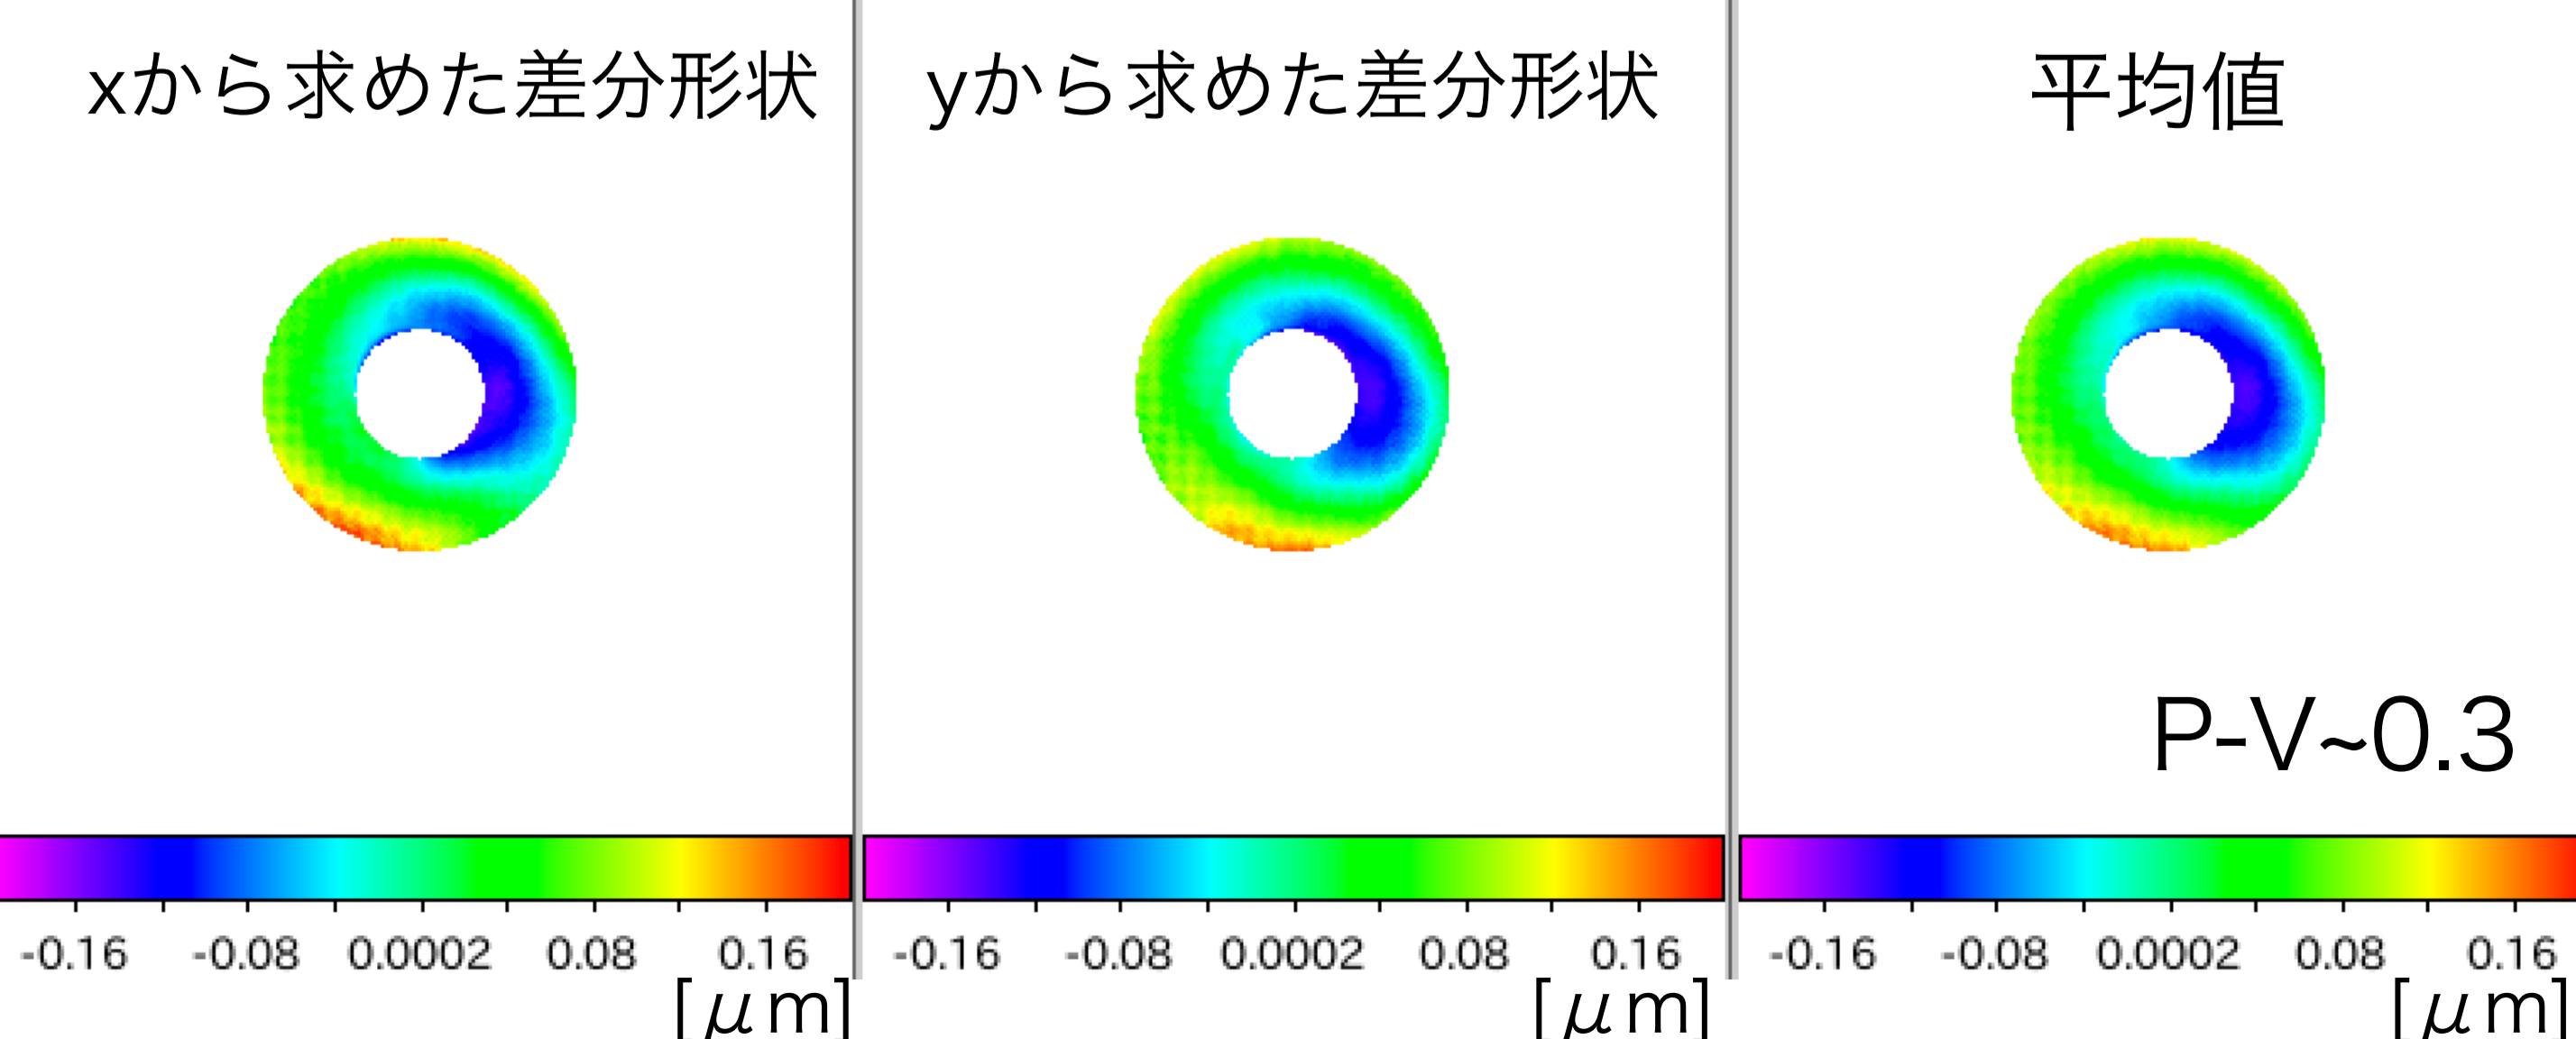

図7: 理想形状との高さの差
- ・x方向の測定結果を積分して得られるx断面を、y断面の平均値でつないで、y方向につながった形状にする(図7左)
- ・y方向の測定結果からも同様に形状を得る(図7中央)
- ・最終結果としては上記2つの平均値を採用する(図7右)